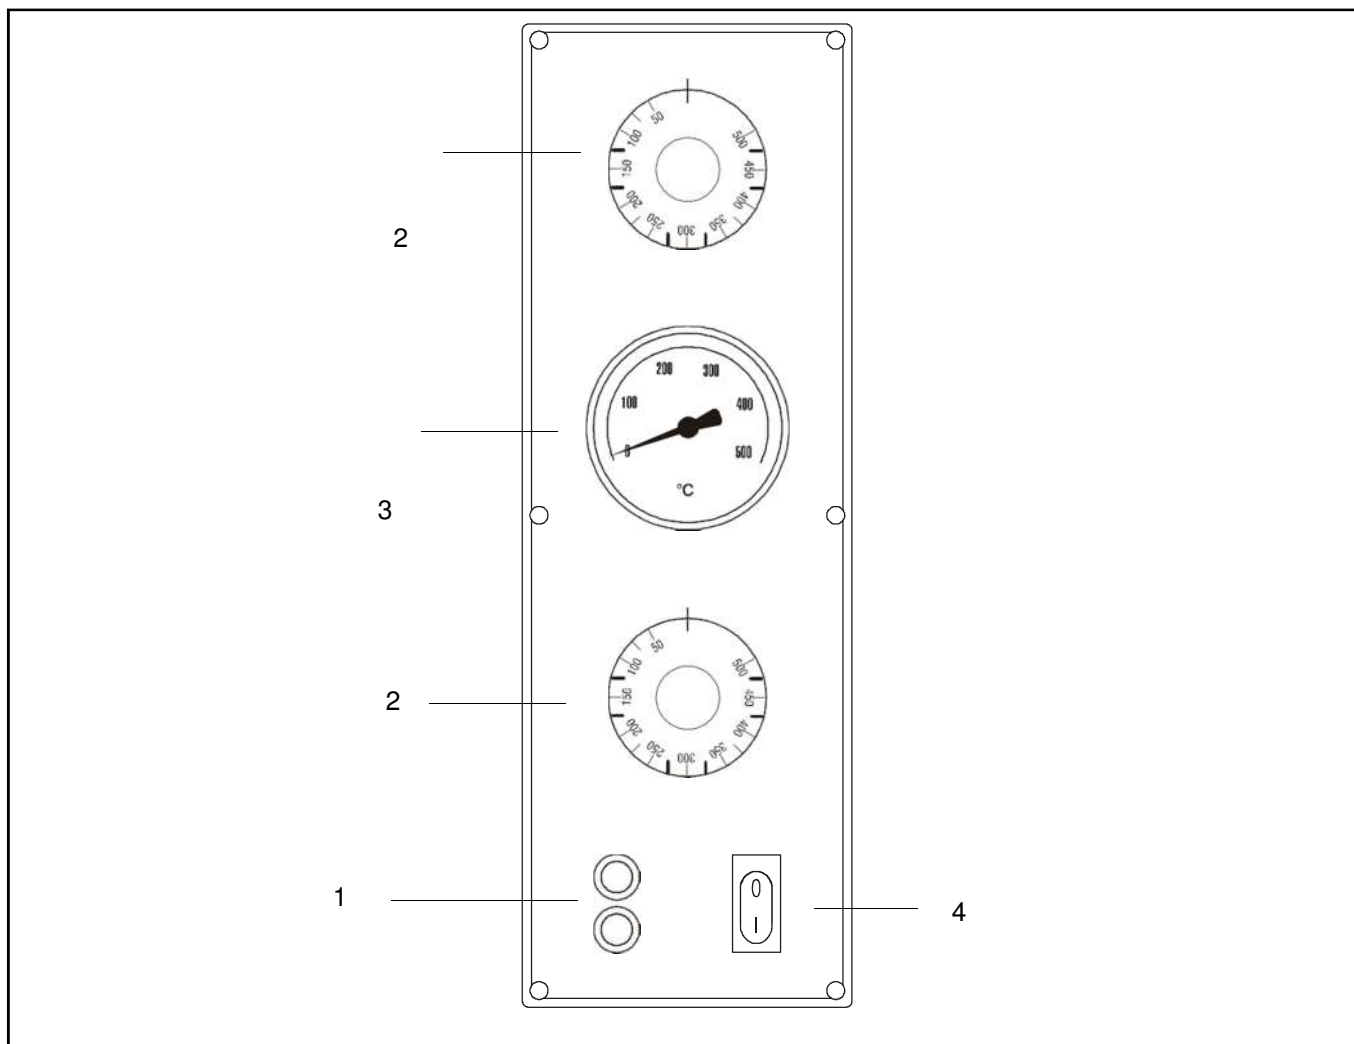

РИС.7 (Панель контроля)
Панель контроля, расположенная спереди, показана на РИС.7.
ПОЯСНЕНИЯ К РИС.7
- 3) Активируйте резисторы, установив терморегуляторы (**РИС. 7 - №2**) на температуру **150 °С**, обозначенную на ручке. Загорится зеленый индикатор, сигнализирующий о том, что резисторы активированы;
- 5) Отключите резисторы, переведя терморегуляторы (**РИС. 7 - №2**) в **позицию «0»**.
- 7) Снова закройте дверцу и повторите действия, описанные в п.3, установив терморегуляторы (**РИС. 7 - №2**) на температуру **400°С**, обозначенную на ручке;
- 9) Отключите резисторы, переведя терморегуляторы (**РИС. 7 - №2**) в **позицию «0»**.
- 3) Активируйте резисторы, настроив терморегуляторы (**РИС. 7 - №2**) на желаемую температуру, указанную на ручке. Загорится соответствующий зеленый индикатор, свидетельствующий о работе резисторов;
- 4) Как только температура в печи достигла желаемого уровня (см. п.9 данного раздела), отображаемого на термометре (**РИС. 7 - №4**), можно загружать пиццу;
- 6) Для того, чтобы включить внутреннюю подсветку камеры, нажмите переключатель освещения печи (**РИС. 7 - №5**);
- 1) Отключите печь, переведя выключатели терморегуляторов (**РИС. 7 - №2**) и резисторов (**РИС. 7 - №3**) в позицию «0».